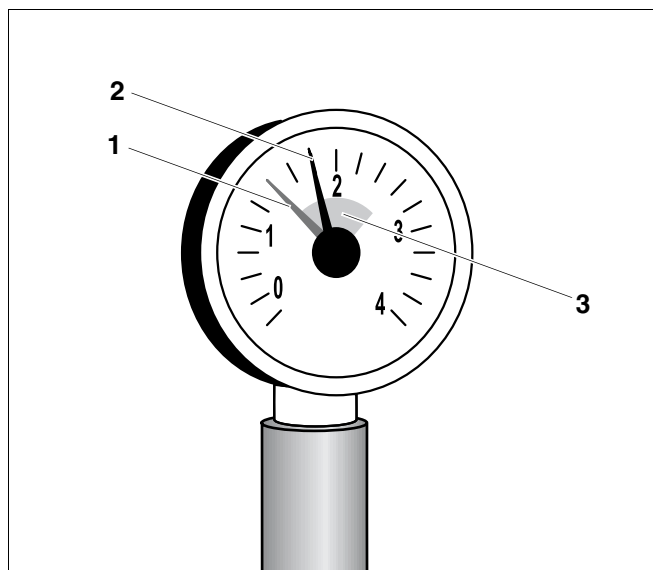

Fig. 5 Manometro per impianti chiusi
Per gli impianti chiusi, la lancetta del manometro (fig. 5, **pos. 2**) deve stare all'interno del campo verde (fig. 5, **pos. 3**).
La lancetta rossa (fig. 5, **pos. 1**) del manometro deve essere regolata sulla pressione necessaria per l'impianto di riscaldamento. L'installatore imposterà per voi il valore della pressione necessaria.
- Controllate che la lancetta del manometro (fig. 5, **pos. 2**) stia all'interno del campo verde (fig. 5, **pos. 3**).
Se la lancetta del manometro (fig. 5, **pos. 2**) si trova sotto il campo verde (fig. 5, **pos. 3**), la pressione dell'acqua dell'impianto di riscaldamento è troppo bassa. Dovete pareggiare la perdita d'acqua, riempiendo l'impianto con acqua di rabbocco.
- Introdurre l'acqua di reintegro tramite il rubinetto KFE (rubinetto di carico e scarico della caldaia), fino a quando la lancetta del manometro (fig. 5, **pos. 2**) si trova all'interno del campo verde (fig. 5, **pos. 3**).